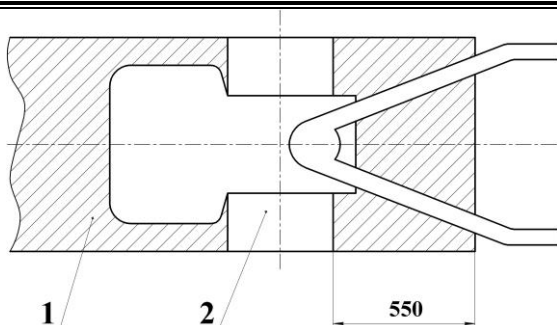

Рисунок 14 – Опасная зона мотоблока.
- 2) Не эксплуатируйте мотоблок в опасной зоне (рисунок 14).